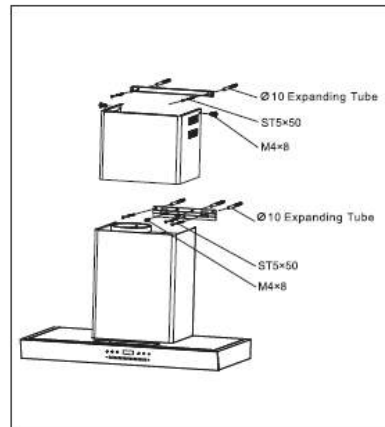

图. 8
- 使用 2 (two) M4 x 8 螺丝固定内管到安装支架上。(图8).